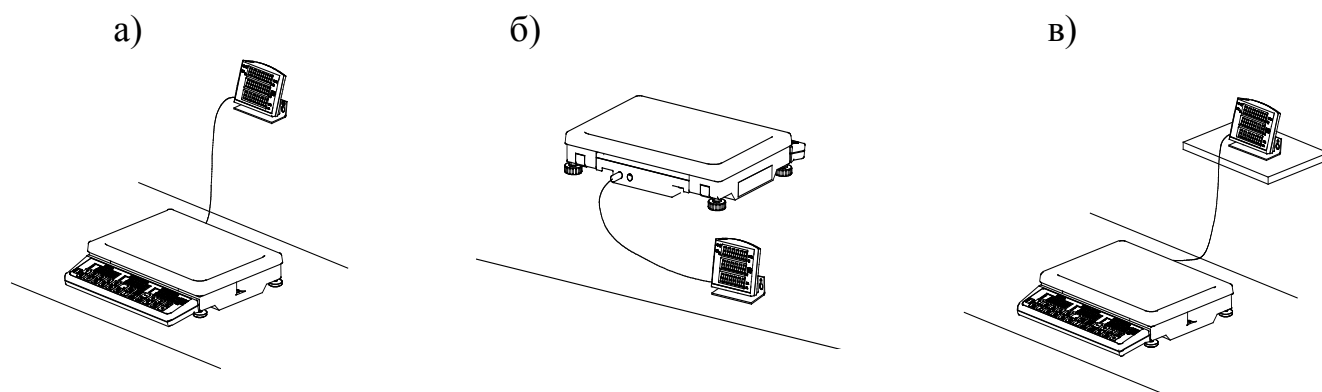

Рис. 6.1 - Варианты установки выносного индикатора ИВ-4Т
6.5 Подключить к весам выносной индикатор ИВ-4Т (Рис. 6.1).